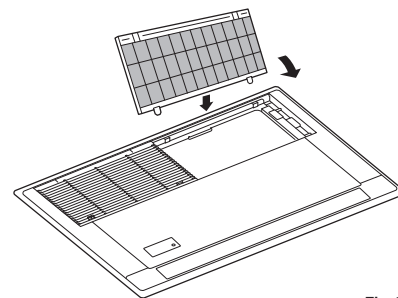

Fig. 7-12
- (2) Utiliser les vis fournies (4 x 12) pour fixer le panneau latéral au plafonnier.
- Lors de l'installation de la grille d'admission d'air, faire attention à ce que le fil conducteur du volet ne soit pas pris. (Fig. 7-12)